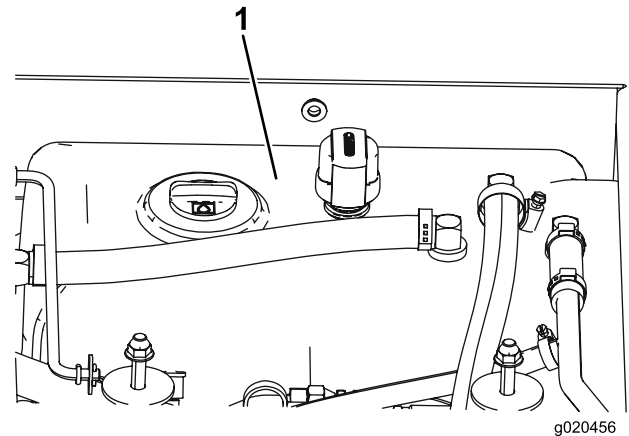

Figura 72
4. Llene el depósito (Figura 72) con fluido hidráulico; consulte Comprobación del fluido hidráulico \(página 54\).